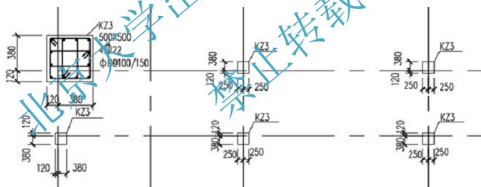

图 5.81 标注柱子截面尺寸
- ② 选择【主单位】选项卡，将测量单位的【比例因子】设置为“0.25”。
- ③ 将【1:25】标注样式设置为当前标注样式。
- ④ 标注①轴线与©轴线、①轴线与②轴线、④轴线与⑤轴线、⑦轴线与⑧轴线相交处柱子的截面尺寸，结果如图 5.81 所示。